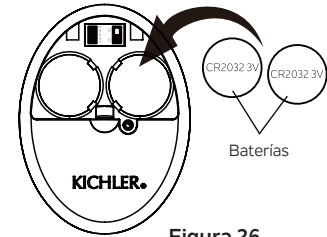

Figura 26
**Paso 3.** Para que el ventilador funcione, instale dos baterías CR2032 de 3 V (incluidas). (Figura 26)